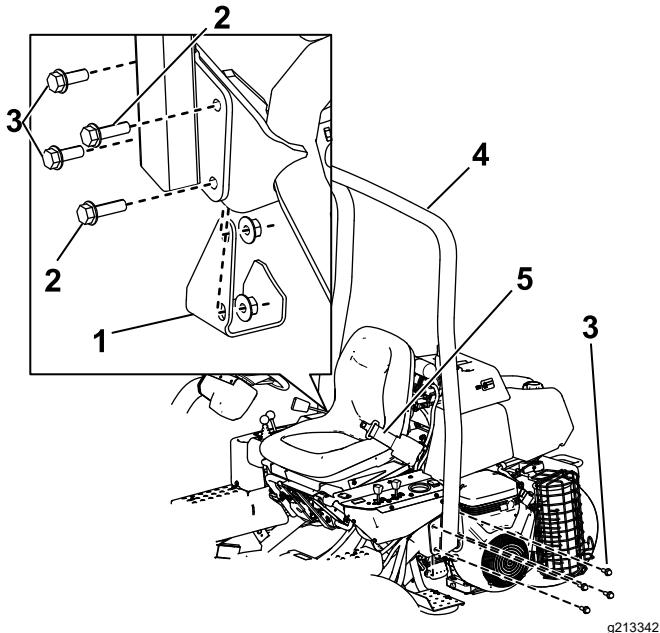

图 4
2. 将翻车保护杆 图 4放低到安装支架上与安装孔对齐。
3. 用 4 个螺栓  $\frac{1}{2} \times 1\frac{1}{2}$  英寸和锁紧螺母将翻车保护杆的左侧固定到安装支架上 图 4。
5. 用 2 个螺栓  $\frac{1}{2} \times 1\frac{1}{2}$  英寸、2 个螺栓  $\frac{1}{2} \times 1\frac{3}{4}$  英寸和锁紧螺母将翻车保护杆的右侧和先前卸下的千斤顶垫固定到安装支架上如 图 4 所示。